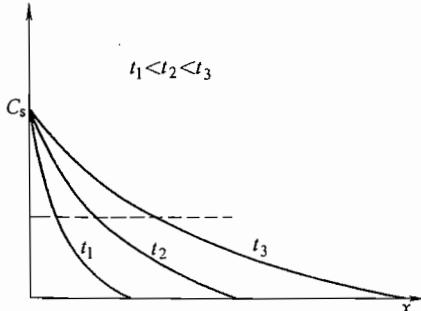

图 10-2 第六题第 1 小题图
1. 菲克第二定律的解之一是误差函数解， $C = A + B \operatorname{erf} \left( \frac{x}{2\sqrt{Dt}} \right)$ ，它可用于纯铁的渗碳过程。若温度固定，不同时间碳的浓度分布则如图 10-2。已知渗碳 1 小时后达到某一特定浓度的渗碳层厚度为 0.5mm，问再继续渗碳 8 小时后，相同浓度的渗层厚度是多少？